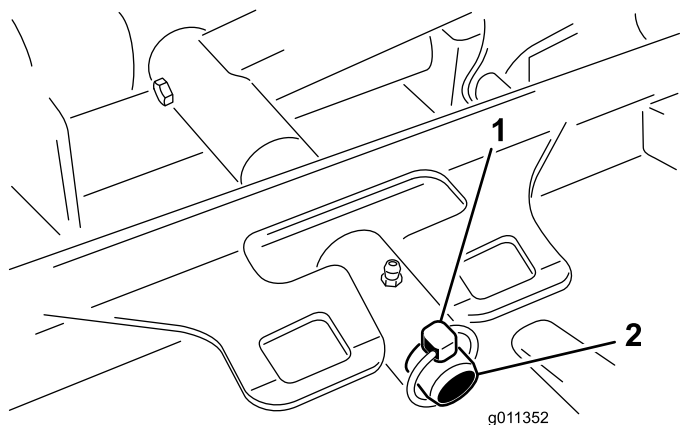

Figura 65
3. Togliete l'acciarino o il dado di ritegno (solo Groundsmaster 4700) che fissano il telaio portante del piatto di taglio al perno orientabile del braccio di sollevamento (Figura 65).
3. Infilate il telaio portante del piatto di taglio sul perno di articolazione del braccio di sollevamento. Fissate gli elementi con l'acciarino o il dado di ritegno (solo Groundsmaster 4700) (Figura 65).